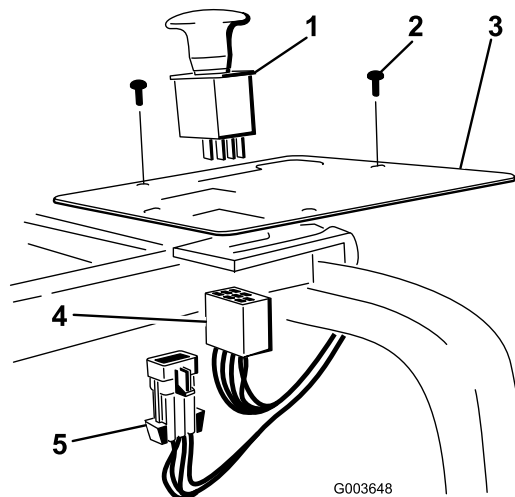

Figura 34
2. Scoateți dopul de plastic de pe panou i instalați comutatorul pe panou (Figura 34).
4. Instalezi cablajul la comutatorul din panoul de comandă (Figura 34).
6. Instalezi conectorul cablajului principal la cablajul principal (Figura 34).